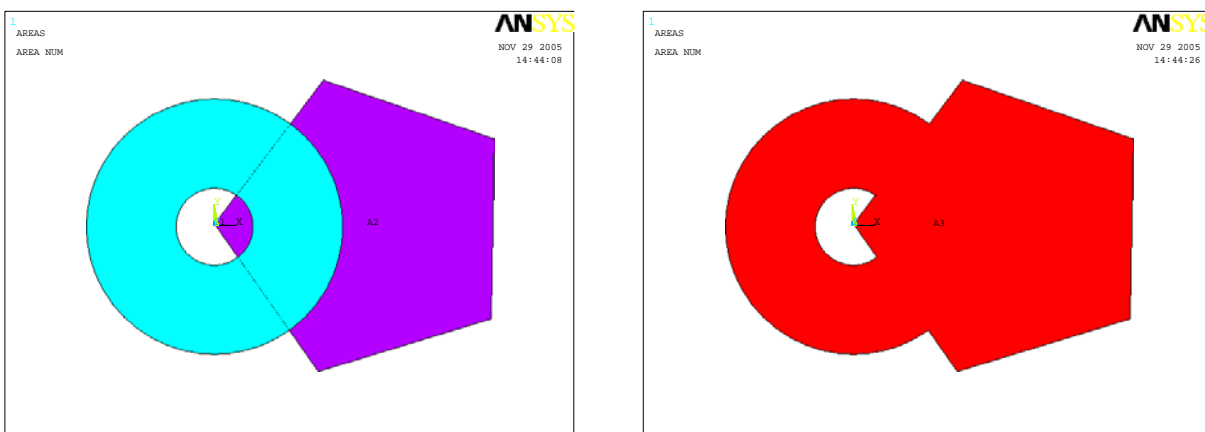

Рис. 1.87
- Підсумовування поверхонь (рис. 1.87):